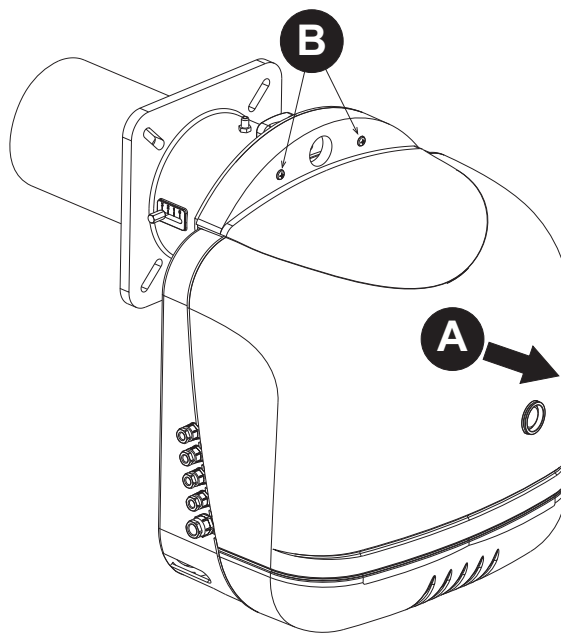

рис. 2b
- 1) Снимите крышку горелки "A", отвинтив два винта "B" (рис. 2b).